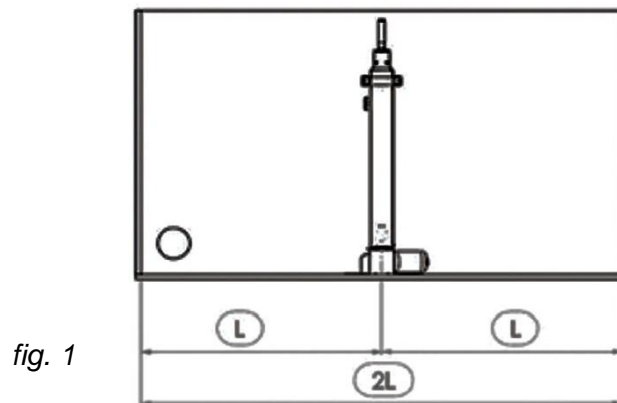

fig. 1
42. Posizionare la colonna al centro del mobile (fig.1).